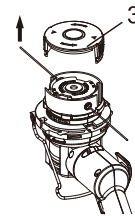

Fig. 13
2. Tout en appuyant sur les deux boutons de verrouillage de la bobine, retirez le capuchon de la bobine (3) du boîtier de la bobine (Fig. 13).